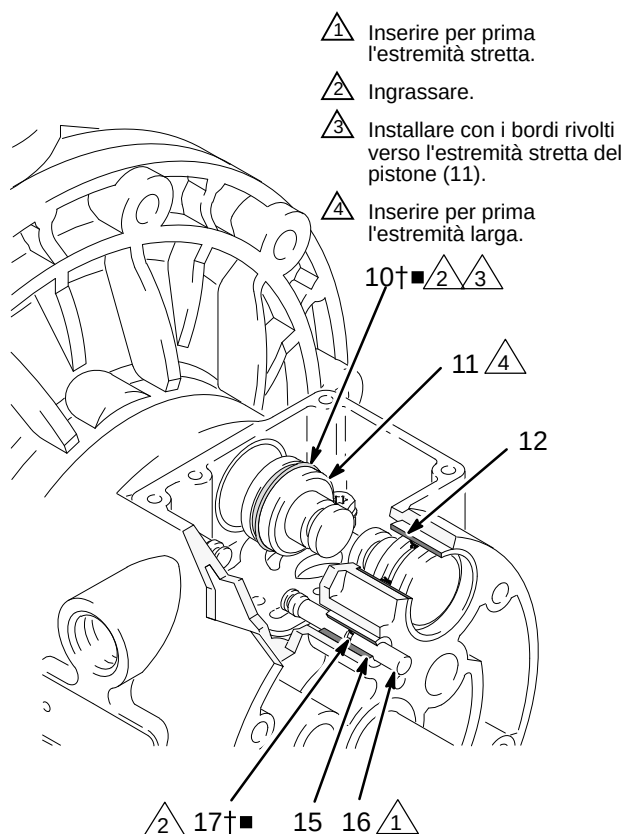

FIG. 8
4. Estrarre i due pistoni (11) dell'attuatore dai cuscinetti (12). Rimuovere le guarnizioni a U (10) dai pistoni. Estrarre i perni di guida (16) dai cuscinetti (15). Rimuovere gli O-ring (17) dai perni di guida. Vedere: FIG. 8.
6. Ispezionare i cuscinetti (12, 15) che si trovano in posizione. Vedere: FIG. 8. I cuscinetti sono conici e, se danneggiati, devono essere rimossi dall'esterno. Per fare ciò, è necessario smontare la sezione del fluido. Vedere pagina 22.
4. Montare un O-ring (17†■) su ciascun perno di guida (16). Ingrassare i perni e gli O-ring. Montare i perni nei cuscinetti (15), inserendo per primo il lato **stretto**. Vedere: FIG. 8.
5. Installare una guarnizione a U (10†■) su ciascun pistone degli attuatori (11), in modo che i bordi delle guarnizioni si trovino di fronte alla parte **ristretta** dei pistoni. Vedere: FIG. 8.
6. Lubrificare le guarnizioni a U (10†■) e i pistoni dell'attuatore (11). Montare i pistoni dell'attuatore nei cuscinetti (12), inserendo per primo il lato **largo**. Lasciare l'estremità stretta dei pistoni esposta. Vedere: FIG. 8.